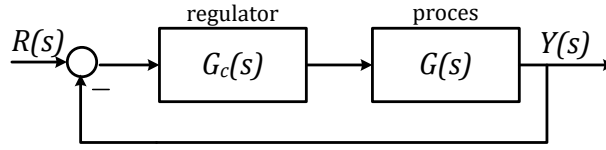

Figura 3: Sistem de control în buclă închisă
Exercițiul 3. Se consideră un sistem de control în buclă închisă ca în Figura 3 unde procesul are funcția de transfer $G(s) = \frac{5}{(0.5s+1)(s+1)(10s+1)}$.
- Implementați schema din Figura 3 în Simulink.